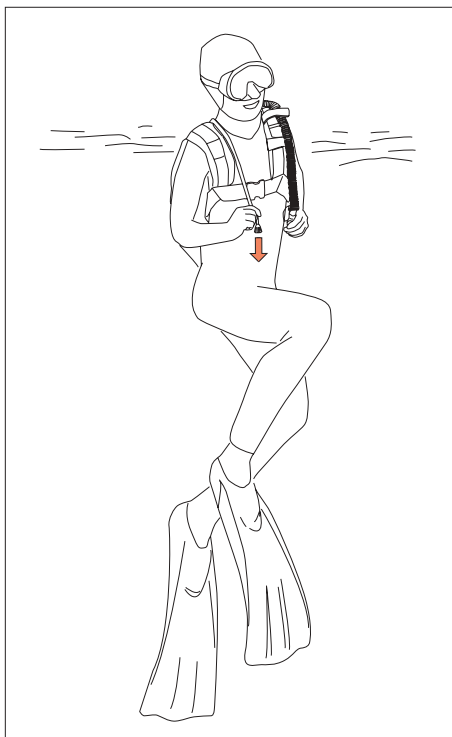

Fig.24
- 2) Alternativ dazu können Sie den Knauf des oberen Luftschnellablassventils, das rechts angebracht ist, in die Hand nehmen und bis zum Öffnen ziehen (Abb. 24), dort wo es vorgesehen ist, können Sie sogar am kleinen